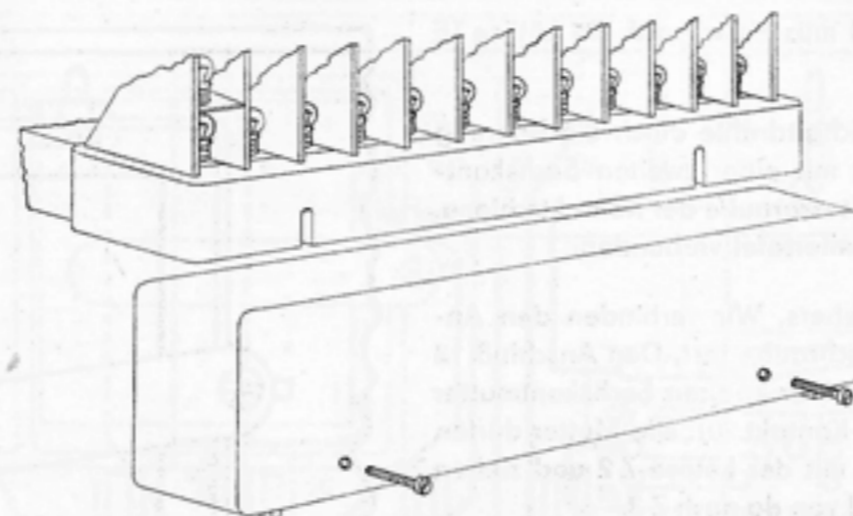

Abb. 12
Jetzt können wir das Gehäuse (5) von hinten auf das Unterteil aufschieben und mit zwei Zylinderschrauben (28), zwei Unterlegscheiben (32) und zwei Sechskantmutter (26) befestigen (Abb. 12). Für die folgenden Arbeiten müssen wir unseren PIKO dat nochmals auf den Kopf stellen. Die Schaltschieber zeigen wieder auf uns.